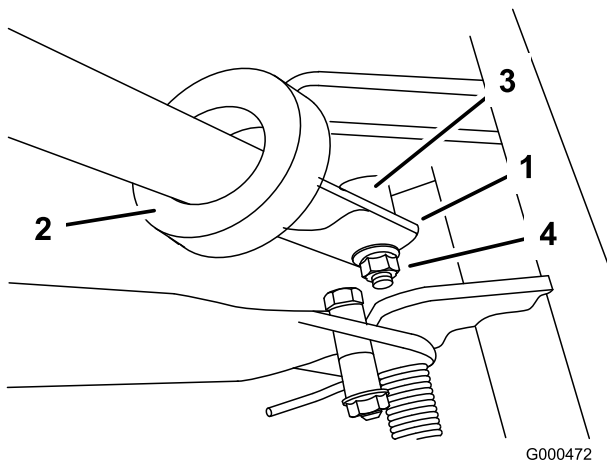

Bild 5
2. Schieben Sie die Griffenden durch die Schlitz in den Griffstützarmen (Bild 5).
- Drücken Sie die Griffenden nach innen und bauen Sie sie an der Stufe des Schwenkstifts ein (Bild 5).
- Befestigen Sie den Griff mit der Sicherungsbundmutter und dem Schwenkstift an der Schraube (Bild 5).